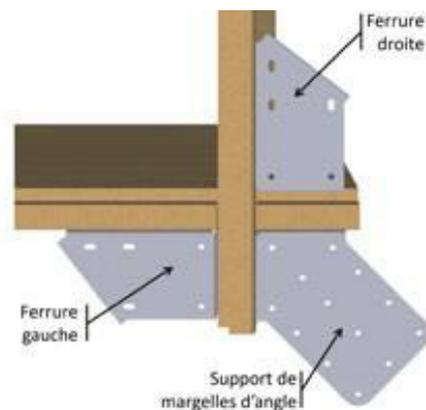

Abb. 18 – Anbringen der Beschläge in den Ecken
- Installieren Sie in den Ecken vier «rechte» und vier «linke» Beschläge, sowie vier Handlaufeckstützen, gemäß Abb.18. Verwenden Sie 4 Torx-Gewindeschrauben 6 x 20 aus A2 Edelstahl (Beutel G) pro Winkel und 6 Torx-Gewindeschrauben 6 x 20 aus A2 Edelstahl (Beutel G) pro Beschlag, also insgesamt 64 Schrauben.